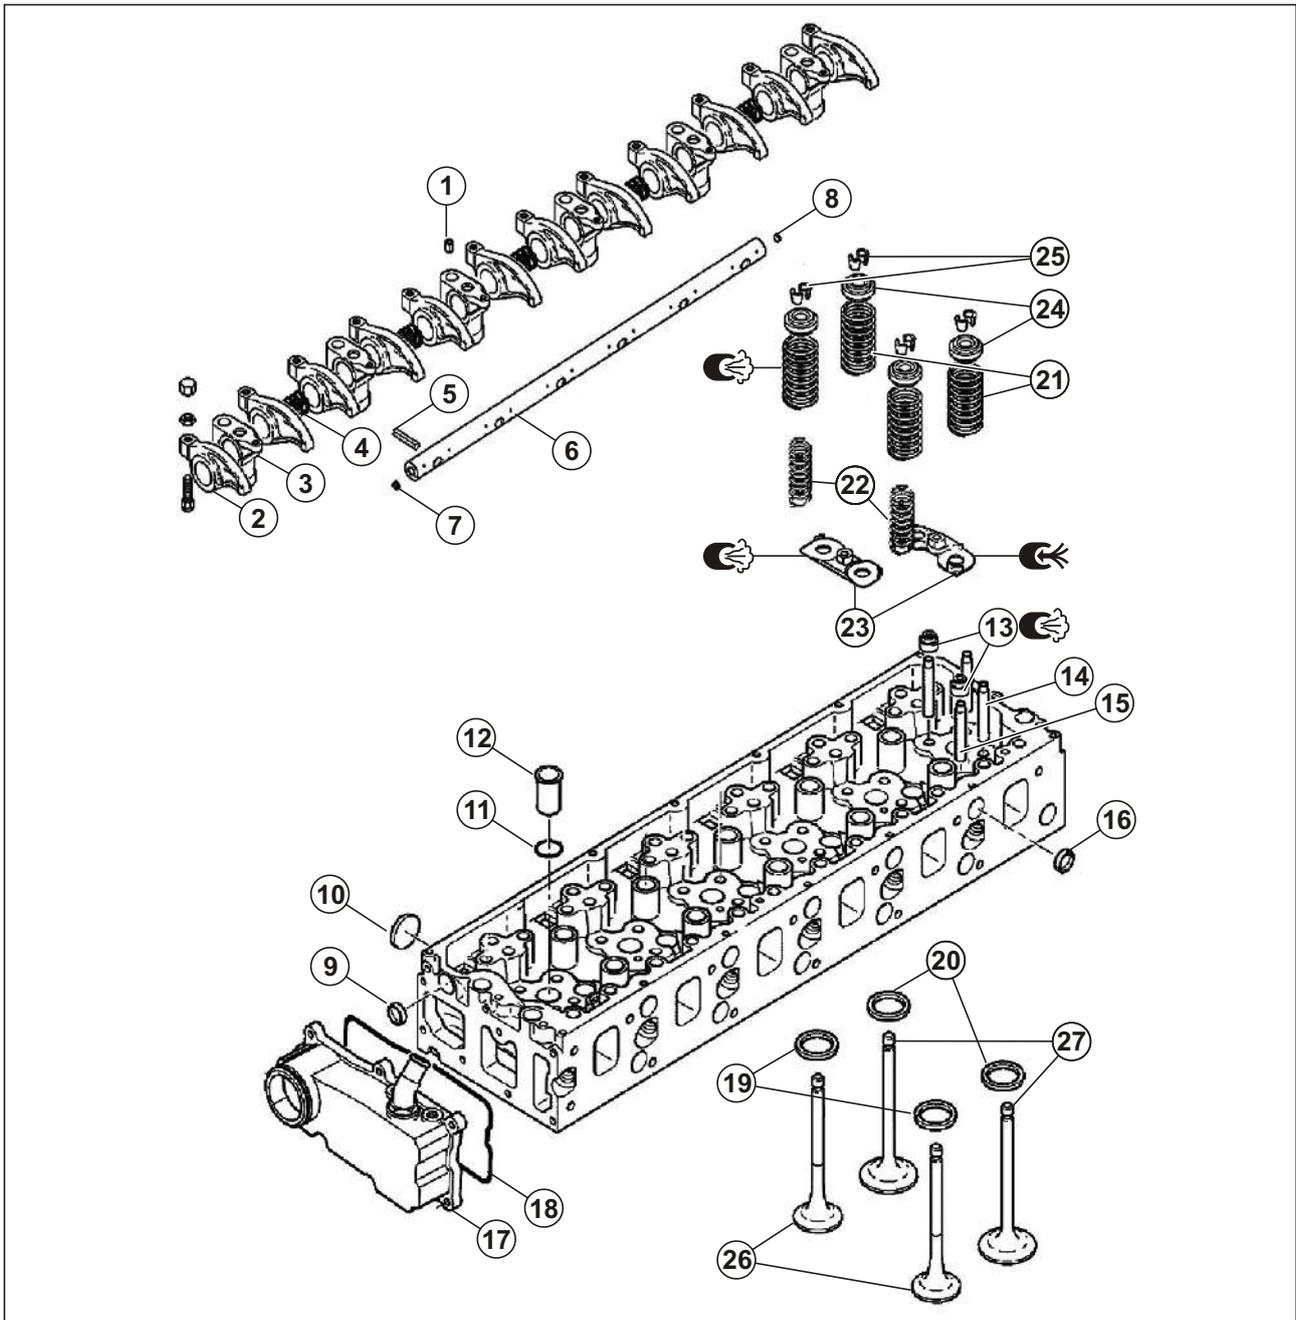

Рис. 52. Развернутая схема головки блока цилиндров.
(см. Рис. 52)
4.9.1.1. Разборка коромысел с осью и стойками. (см. Рис. 52)
4.9.1.2. Сборка коромысел с осью и стойками. (см. Рис. 52)
1. Установить заглушки (**9, 16**) (см. Рис. 52), используя приспособления **3016 + 2363** 25 мм.
2. Установить заглушку (**10**) (см. Рис. 52), используя приспособление **3016 + 2363** 42 мм.
1. Поставить на место кольцевое уплотнение (**11**) (см. Рис. 52).
3. Установить на место стакан форсунки (**12**) (см. Рис. 52).
Установка клапанов (см. Рис. 52):